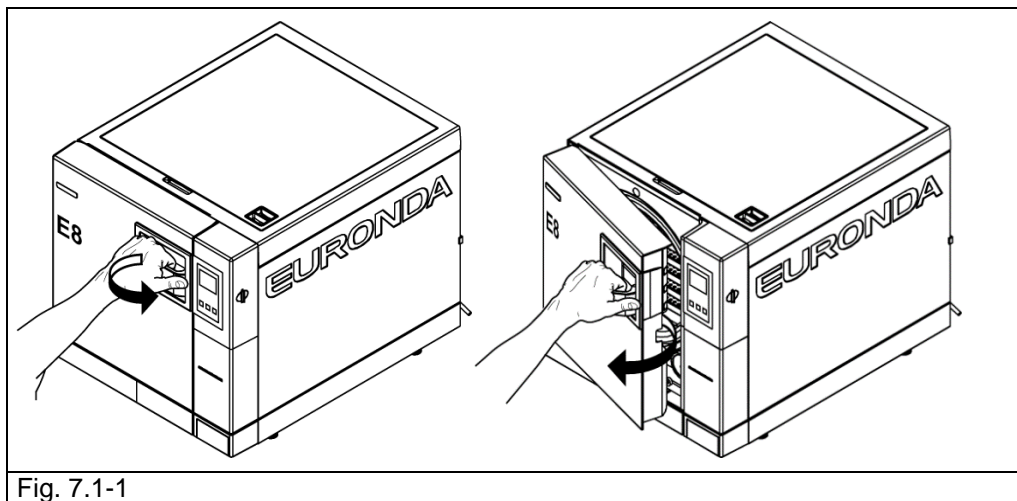

Fig. 7.1-1
1. Deschideți ușa (Fig. 7.1-1).